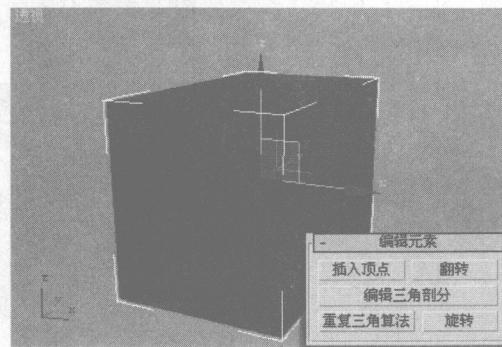

图 1-11 将长方体法线进行翻转
- 7 单击“编辑元素”卷展栏内的“翻转”按钮，将选择子对象的法线进行翻转，如图 1-11 所示。